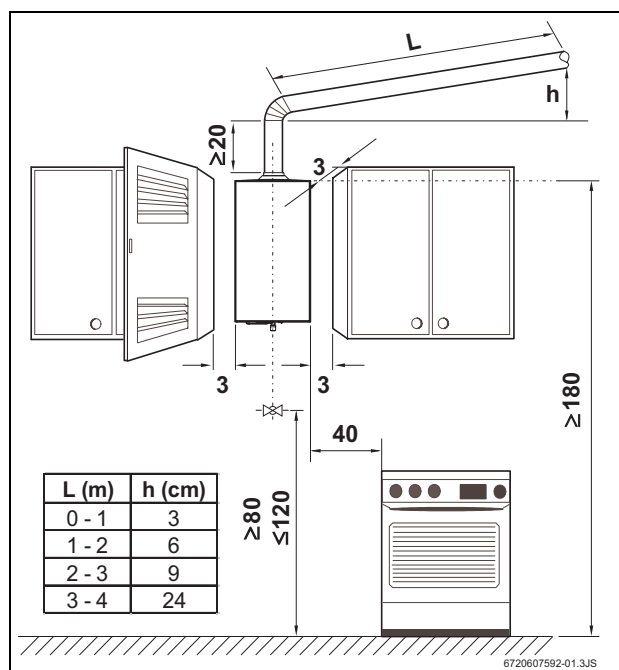

Fig. 3 Separaciones mínimas (en cm)
- Asegurar la accesibilidad en los trabajos de mantenimiento respetando las separaciones mínimas indicadas en la Fig. 3.